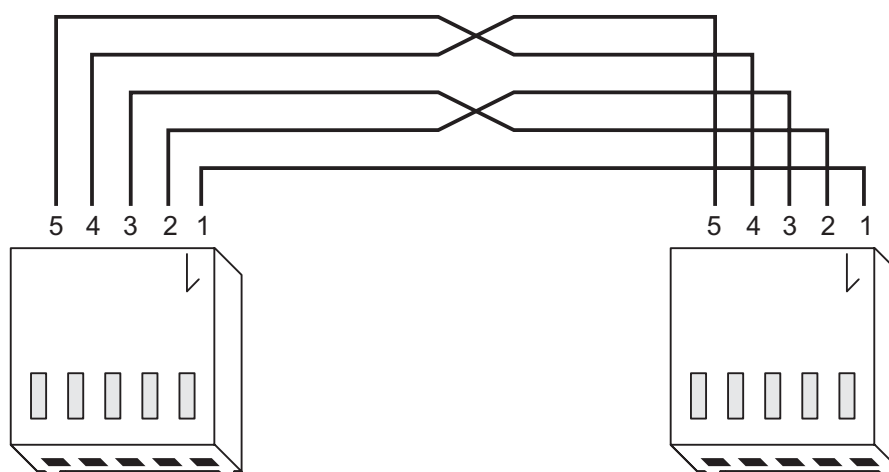

Рис. 2. Способ подключения модуля ETHM-1 к ПКП серии INTEGRA с портом RS-232 (разъем PIN5).
5. Если ПКП должен управляться через сеть с помощью программы DLOADX, то следует соединить порты RS-232 модуля и ПКП соответствующим кабелем согласно рис. 2. или 3 (в зависимости от типа разъема на главной плате ПКП).